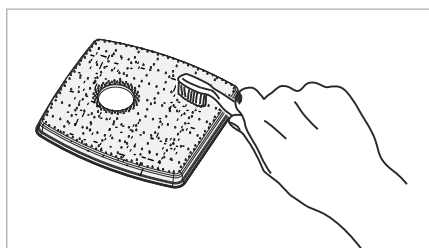

Fig. 13
- 6) Scuturați filtrul EPA 9 ușor într-un coș de gunoi și periați-l cu atenție cu o perie moale (a se vedea fig. 13).